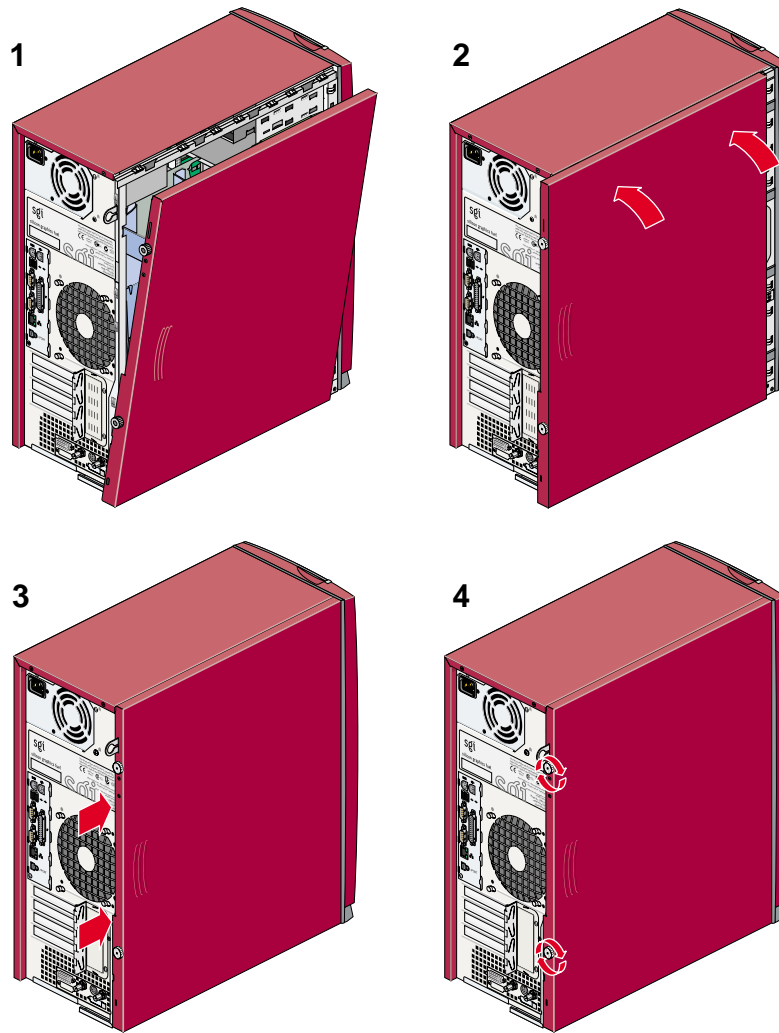

Abbildung 4-7 Anbringen der seitlichen Abdeckung
3. Bringen Sie die seitliche Abdeckung (siehe Abbildung 4-7) wie folgt an: